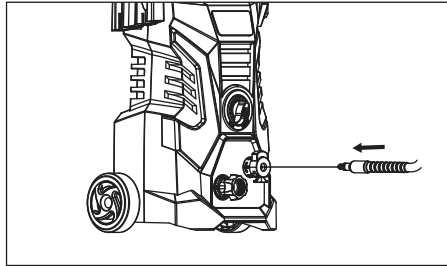

Figura 3 - Conecte la manguera de alta presión a la salida de alta presión
1. Conecte la manguera de alta presión a la salida de alta presión (ver la figura 3).